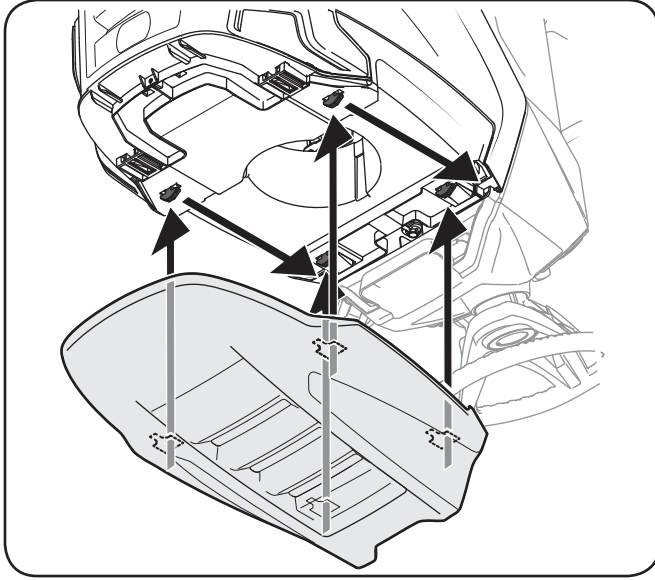

Figure 3-6
Pour installer le capot (1), alignez les pattes du capot (2) sur les trous du cadre du capot (1). Voir Figure 3-6. Insérez **avec soin** les pattes (2) dans les trous, puis tirez le capot pour le fixer en place.